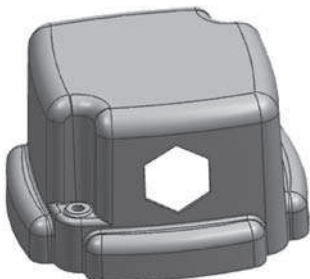

图3-26 模型文件
① 打开本例素材文件 Example\start\Ch03\3-2.prt，如图 3-26 所示。